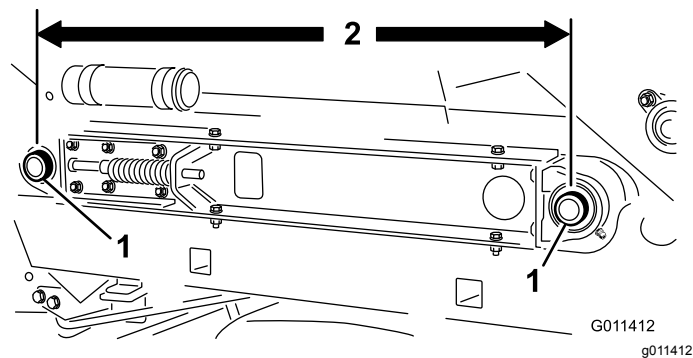

Figura 27
3. Compruebe que la distancia entre los centros de los ejes de los rodillos de la cinta transportadora (Figura 27) es la misma en cada lado de la máquina (89,5 cm aproximadamente).